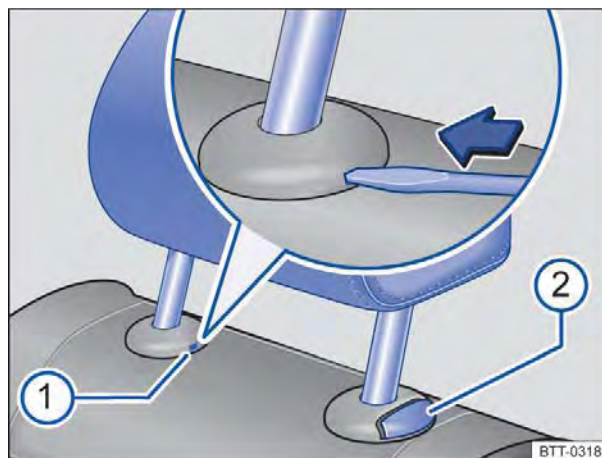

Fig. 49 Desinstalar o apoio para cabeça traseiro.
- Pressionar a lâmina da chave de fenda na fenda da capa de cobertura $\Rightarrow$ Fig. 49 ① no sentido da seta e segurar nesta posição.
- Ao mesmo tempo, pressionar o botão ②, enquanto outra pessoa retira totalmente o apoio para cabeça.